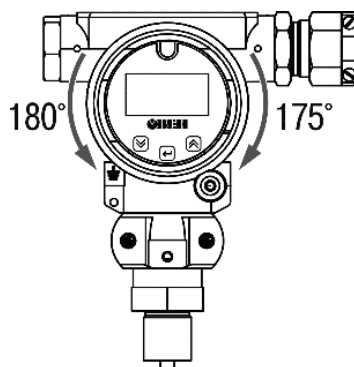

Рисунок 6.3 – Поворот ЖКИ
2. Взяться за выступающую часть корпуса блока индикации и повернуть его на требуемый угол (см. рисунок 6.3).